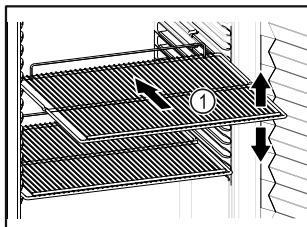

Fig. 48 Esimerkkikuva
- ☐ Sovita siirrettävät rutilätasot Fig. 48 (1) korkeuden mukaan.